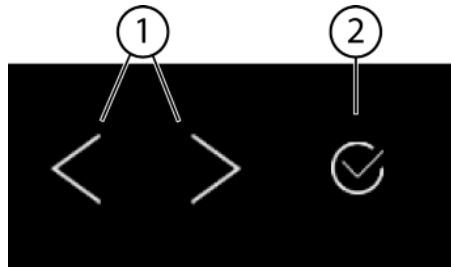
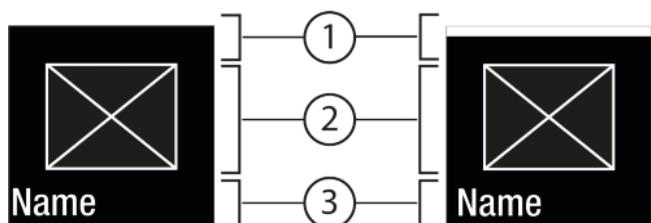
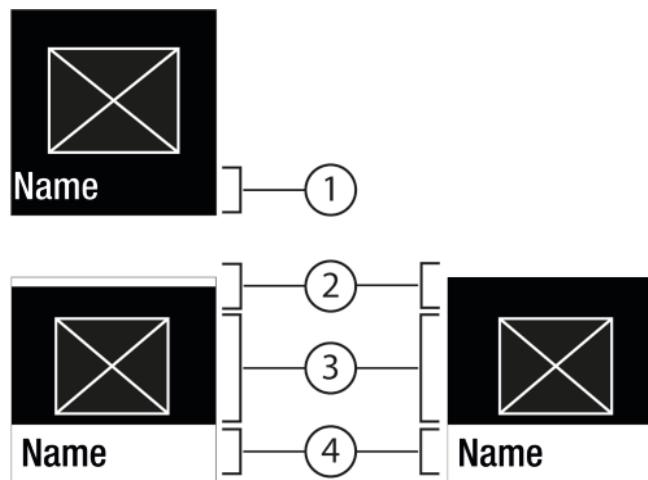

Fig. 5
Fig. 6
Fig. 7
(1) Навигационная стрелка влево / вправо
(2) Подтвердить
Навигационная стрелка влево / вправо Fig. 5 (1):
Подтвердить Fig. 5 (2):
- Навигация при помощи навигационной стрелки влево / вправо Fig. 5 (1).
- С помощью Подтвердить Fig. 5 (2) активировать Fig. 6 (1) / деактивировать Fig. 6 (1) функцию / настройку.
- С помощью Подтвердить Fig. 5 (2) вызвать Подменю Fig. 7 (4).
- Установка нового значения: С помощью Подтвердить Fig. 5 (2) выбрать деактивированное значение Fig. 6 (1).
- Назад в меню: С помощью Подтвердить Fig. 5 (2) выбрать уже активированное значение Fig. 6 (2).
- Навигационные стрелки Fig. 5 (1) нажмите до тех пор, пока не появится индикация функции .
- Нажмите на Подтвердить Fig. 5 (2).
- Навигационные стрелки Fig. 5 (1) нажмайте до тех пор, пока не появится индикация функции .
- С помощью навигационных стрелок Fig. 5 (1) выберите значение настройки.
- ▷ Состояние: активировано Fig. 6 (1) появляется недолго в Подменю Fig. 7 (4).
- ▶ Нажмайте навигационные стрелки Fig. 5 (1) до тех пор, пока не появится индикация настроек .
- ▶ Нажмите на Подтвердить Fig. 5 (2).
- ▶ Нажмайте навигационные стрелки Fig. 5 (1) до тех пор, пока не появится индикация требуемой настройки.
- ▶ Нажмите и удерживайте в течение 3 секунд Подтвердить Fig. 5 (2).